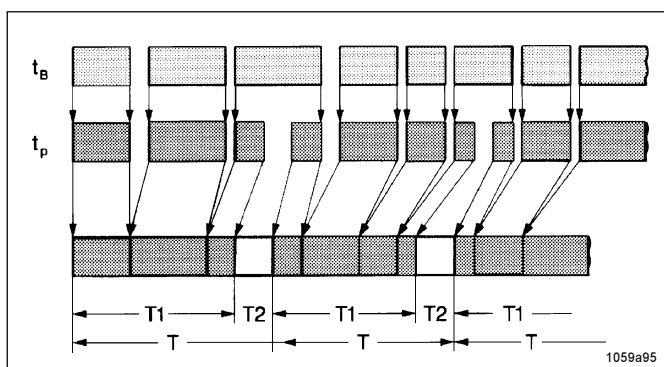
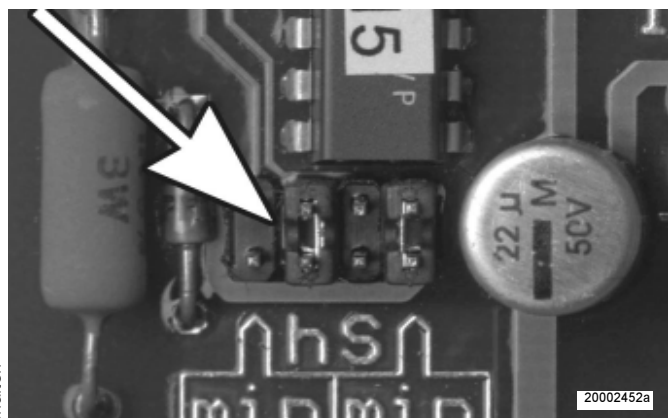

Abb. 22 - Zeitablaufdiagramm
Abb. 25 - Vorwahl des Zeitbereiches
- Bereits abgelaufene Pausenzeiten werden beim Ausschalten des Maschinenkontaktes gespeichert und aufaddiert (siehe T1, Abb. 22). Dies geschieht solange, bis die, an dem blauen Drehschalter, siehe Abb. 25 eingestellte Zeit, erreicht ist.
*Hinweis : Zur Verstellung eines Jumpers (Abb. 25 oder 27), muß die Steuerplatine ausgebaut werden.*
- Die Zeitbereiche können durch Umstecken des Jumpers (Abb. 25) an der Steuerplatine verändert werden